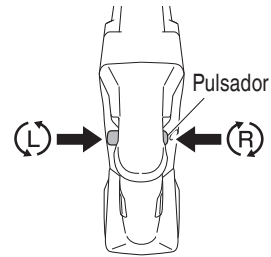

Fig. 11
6. Confirmar la dirección de rotación de la broca (Fig. 11)
La broca rota hacia la derecha (visto desde atrás) al oprimir el lado R del botón. (Fig. 11). Si oprime el lado L del botón, la broca gira hacia la izquierda.